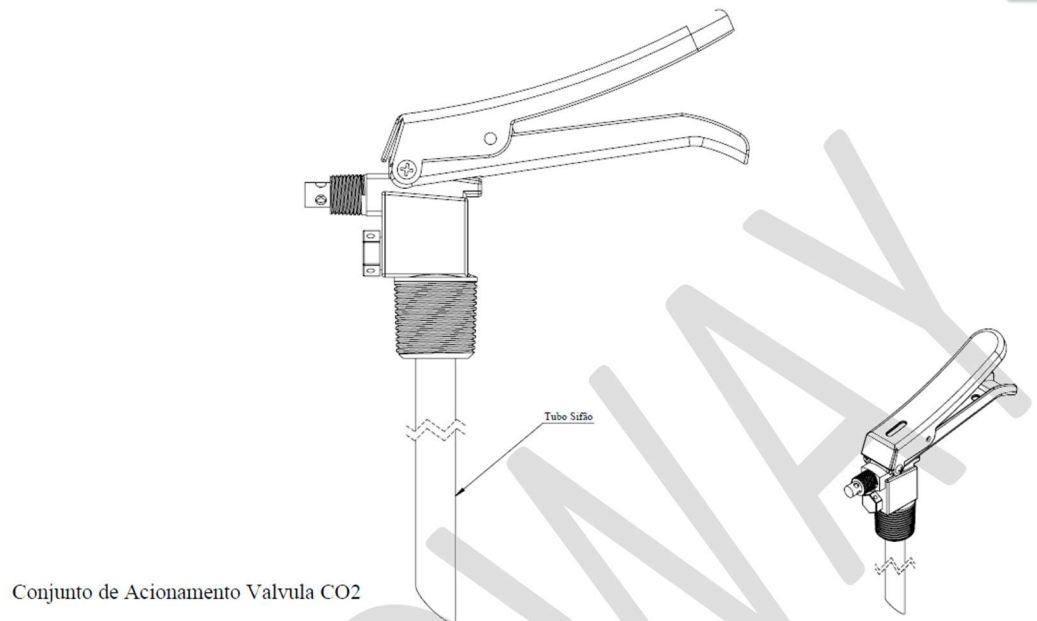

Figura 8: Conjunto válvula de acionamento e Sifão CO₂
- ✓ Verifique se o conjunto de acionamento (cabo, gatilho e rebite da válvula (vide figura 8 e 9), está livre de sujeira, ferrugem ou com dificuldade de movimentos. Caso haja corrosão, troque o cabo e o gatilho ou descarte a válvula;